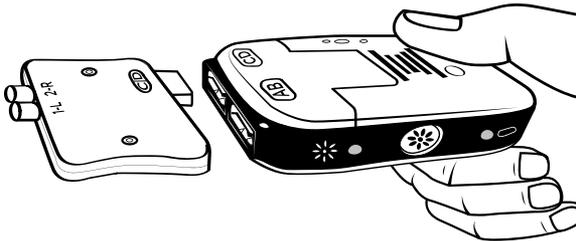

Figure 15. Connexion de l'adaptateur ETS à l'ETS 2
3. Brancher l'adaptateur ETS sur le port ETS 2 étiqueté « CD » (Figure 15).